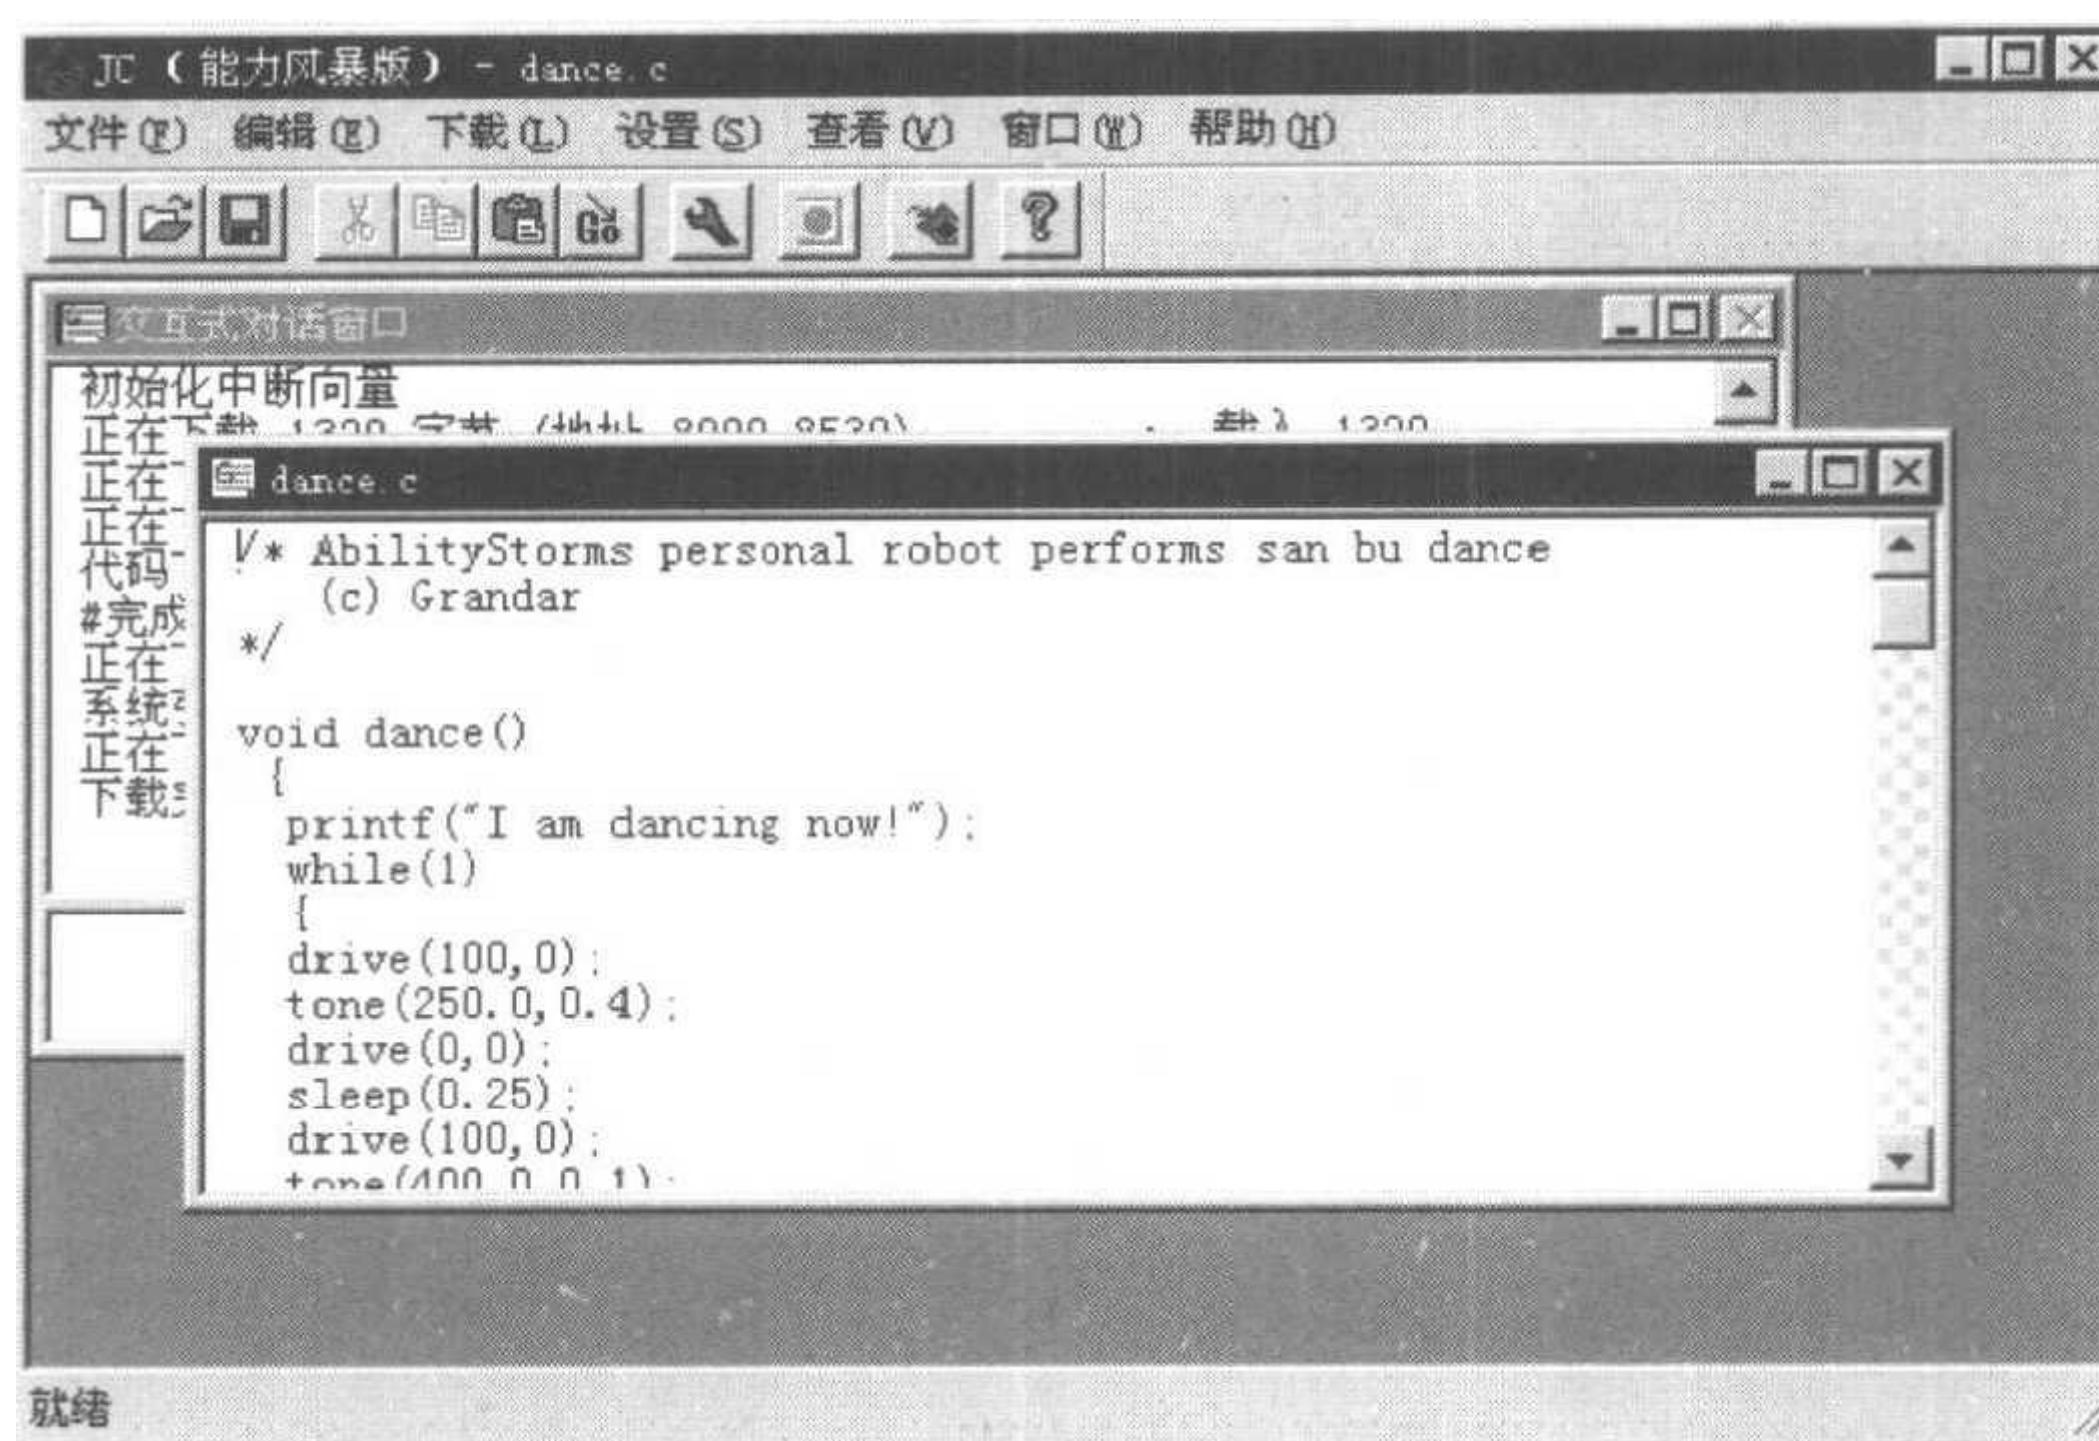

图 1.34 程序文件窗口
(1) 打开文件夹：在 JC 窗口文件菜单栏中选择“文件”菜单，点击“打开”命令或单击 图标。
(2) 选择文件：在打开的 JC 对话框中，选择“Jc10”文件夹→“libs”文件夹→“dance.c”程序文件，然后打开“dance.c”程序文件，于是 JC 窗口中出现了一个名为“dance.c”的文件窗口，如图 1.34 所示。